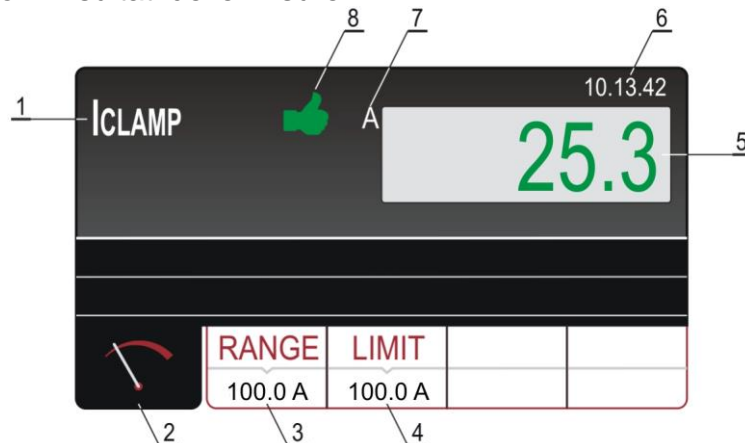

Fig. 70: Videata di misura della funzione ICLAMP
7. Avviare la misura premendo il tasto **START/STOP**. La misura è avviata e arrestata da una nuova pressione del tasto **START/STOP**. Il risultato del test è visualizzato in verde se inferiore o uguale o in rosso se superiore al valore limite impostato. Il risultato finale sarà accompagnato dal simbolo  verde e da un segnale acustico breve (risultato OK) o dal simbolo  rosso e da un segnale acustico prolungato (risultato non OK). La seguente Fig. 70 mostra un esempio di schermata con i risultati delle misure.